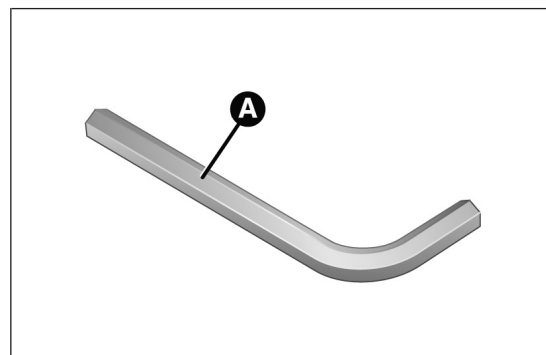

fig. 182
- prendre la clé Allen A fig. 182 fournie ;